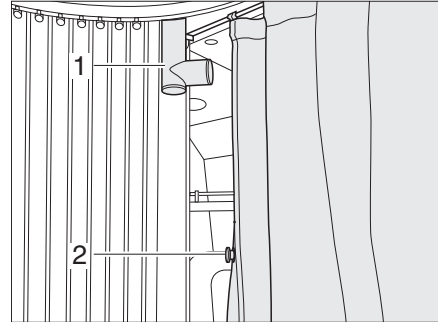

Bild 118 Befestigung des Duschvorhangs
- Handbrause entnehmen und in Halterung (Bild 118,1) einhängen.
- Duschvorhang zur Toilette mit dem Magneten (Bild 118,2) oder den Druckknöpfen schließen.